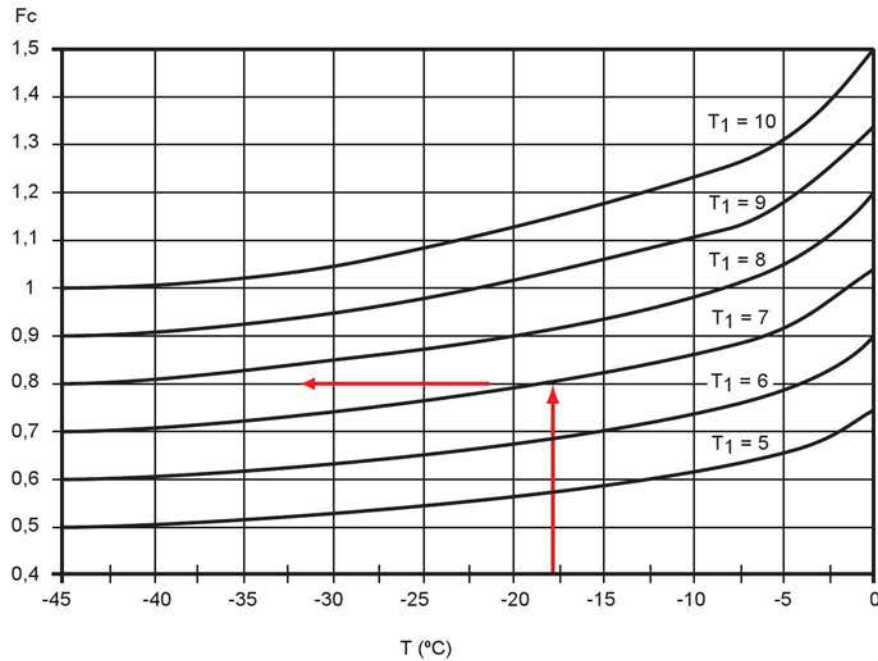

Figura 7.5. Gráfica de factor de corrección
Donde  $Q$  es la capacidad en condiciones dadas (kcal/h),  $Q_n$  es la capacidad nominal obtenida de tablas (kcal/h) y  $f$  es el factor de corrección (Figura 7.5.).
El factor de corrección depende de la temperatura de evaporación y del diferencial de temperaturas. Por ejemplo, fijándonos en la Figura 7.5., para una temperatura de evaporación de  $-18\text{ }^{\circ}\text{C}$  y una diferencia de temperaturas entre el espacio a climatizar y el evaporador de  $7\text{ }^{\circ}\text{C}$ , obtendremos un factor de corrección de 0,8.
- Utiliza para ello la gráfica de la Figura 7.5.
7.4. En una instalación, contamos con un evaporador de circulación forzada que trabaja con una T.a de evaporación de -25 °C, un  $\Delta T$  de 8 °C y tiene una capacidad de 4.000 kcal/h. Calcula su capacidad nominal para los dos supuestos siguientes: que el  $\Delta T$  sea de 10 °C y que sea de 6 °C. Utiliza para ello la gráfica de la Figura 7.5.
7.5. Si observas la gráfica de la Figura 7.5., al aumentar la diferencia de temperaturas entre la cámara y el evaporador, disminuye la potencia. Explica por qué ocurre esto.